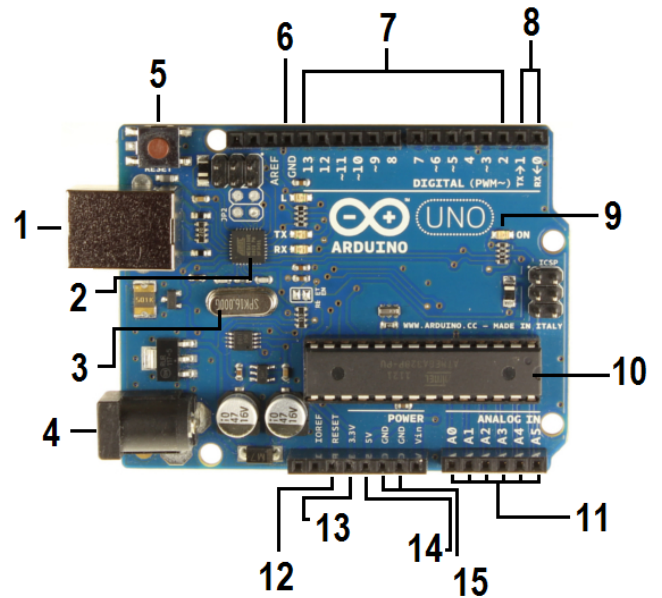

Figura 2: Arduino UNO.
2. Preencha a Tabela 1, identificando cada elemento presente na placa do Arduino UNO, ilustrado na Figura 2.